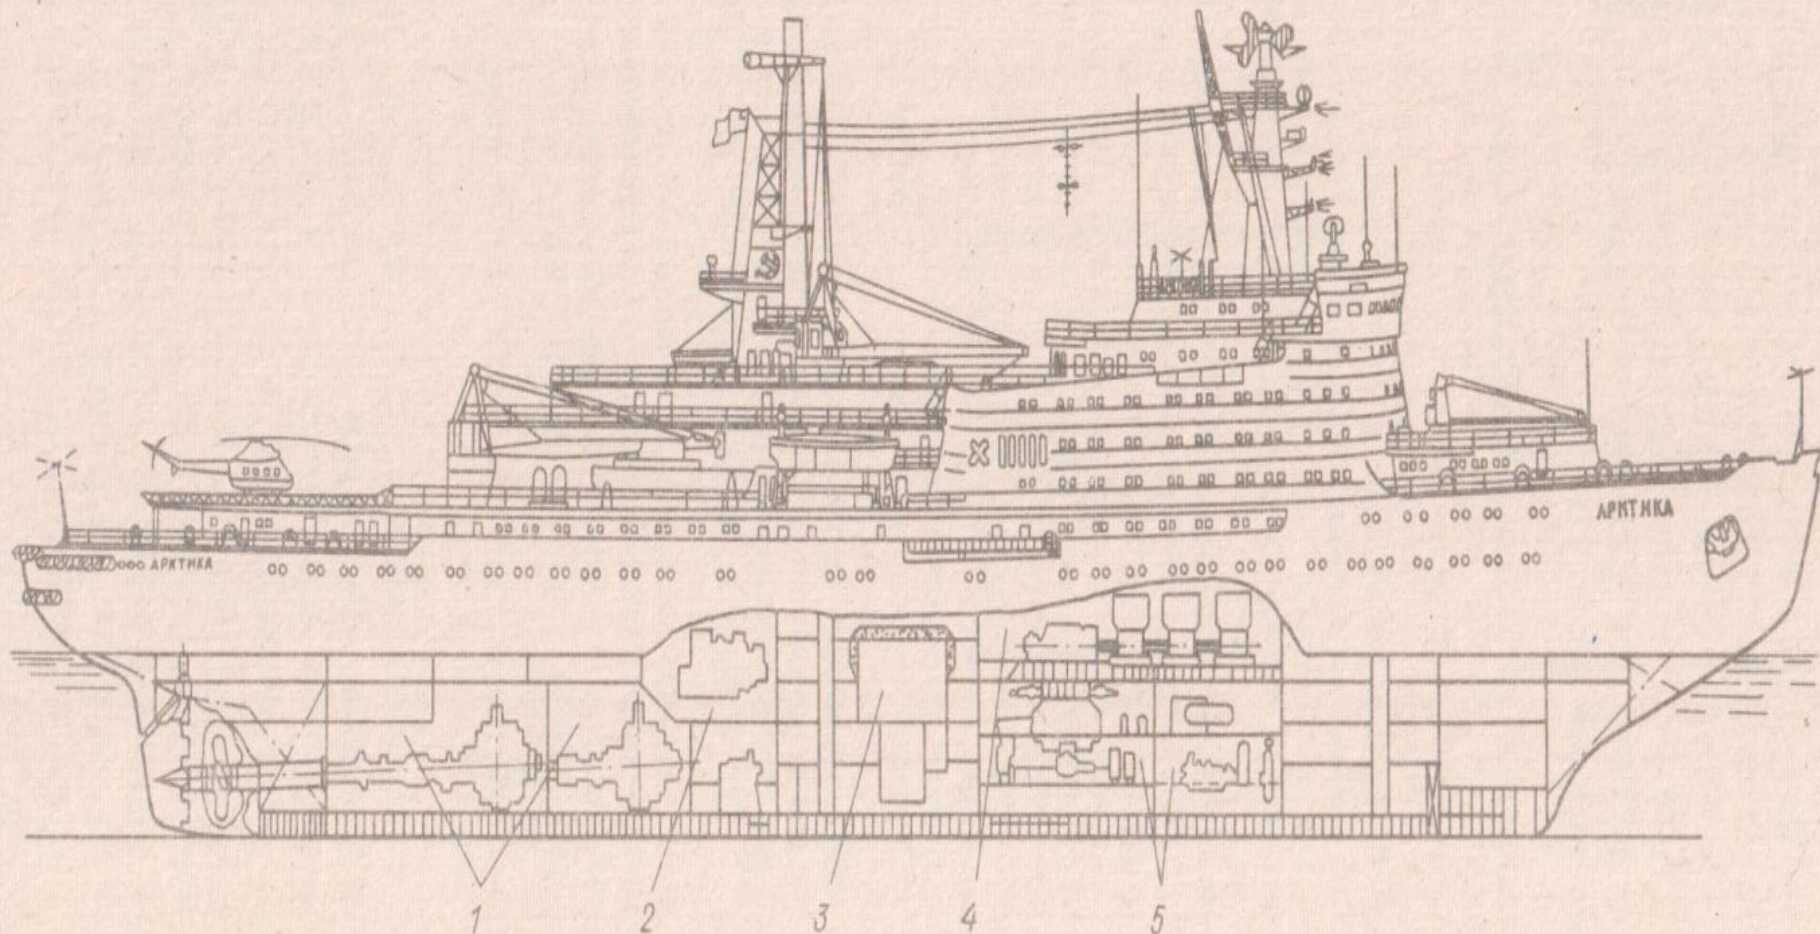

Рис.4.7. Размещение АЭУ на ледоколе "Арктика".
**Трехконтурная** схема представляет собой двухконтурную с включенным между вторым и первым контуром дополнительным промежуточным контуром. Трехконтурные схемы используют в том случае, если теплоноситель в реакторе сильно активирован и его необходимо тщательно отделить от рабочего вещества - пара, для чего и предназначен третий контур. Размещение АЭУ на судне показано на рис. 4.7 на примере атомного ледокола "Арктика".